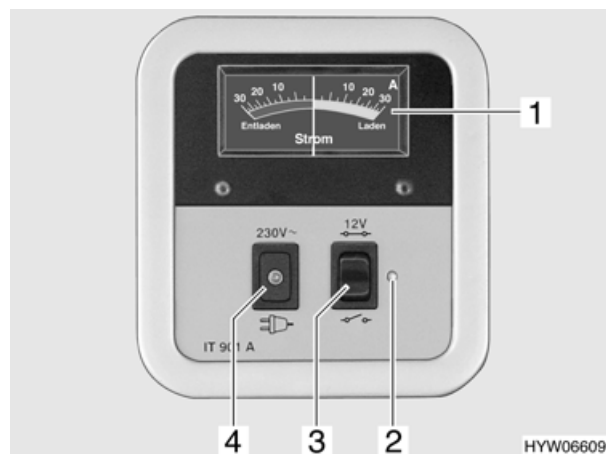

Fig. 58 Indicatore di corrente
Sullo strumento indicatore corrente (Fig. 58,1) appare in permanenza la corrente erogata dalla batteria. Premendo l'interruttore nella posizione desiderata, lo strumento si illumina automaticamente.
L'interruttore principale a 12 V (Fig. 58,3) inserisce o interrompe l'alimentazione a 12 V dell'abitacolo.
- Premere l'interruttore a bilico (Fig. 58,3) in alto : l'alimentazione a 12 V dell'abitacolo è inserita. La luce spia (Fig. 58,2) diventa verde.
- Premere l'interruttore a bilico (Fig. 58,3) in basso : l'alimentazione a 12 V dell'abitacolo è disinserita. La luce spia (Fig. 58,2) si spegne.
La luce spia verde (Fig. 58,2) si accende non appena l'interruttore principale a 12 V (Fig. 58,3) viene inserito.
La luce spia per 230 V (Fig. 58,4) si accende in giallo quando all'ingresso della centralina elettrica è presente una tensione di rete.